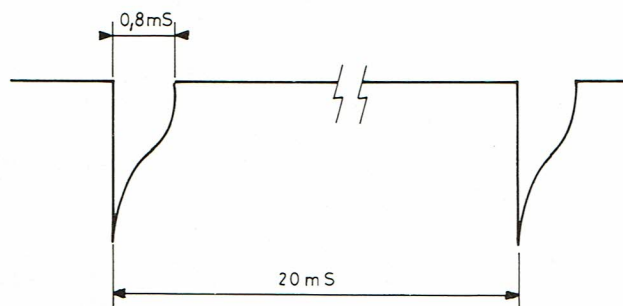

FIG. 1
- Observer l'oscillogramme obtenu (fig. 1) et régler à l'aide de R 602 la largeur de la jambe (temps de retour) à 0,8 mS.